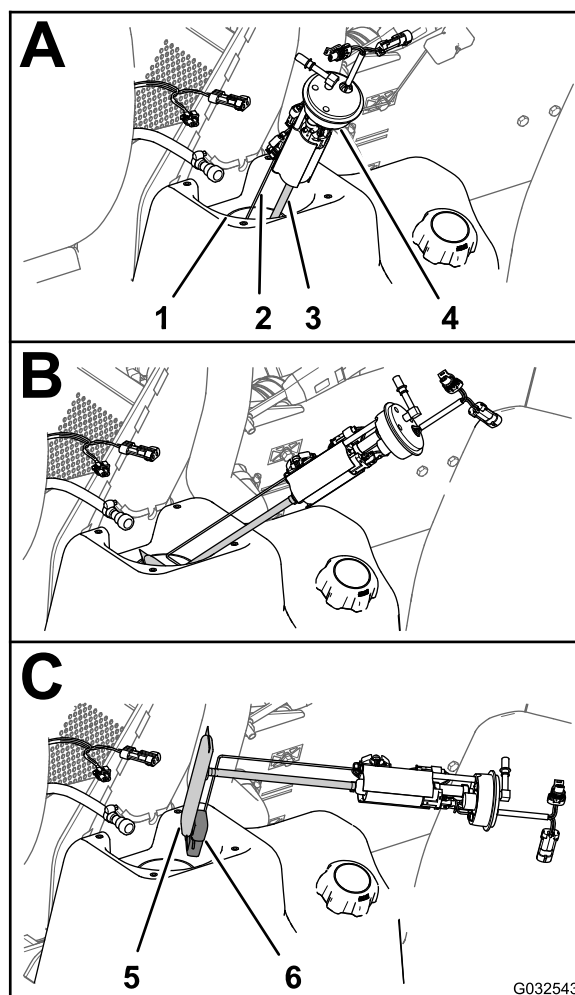
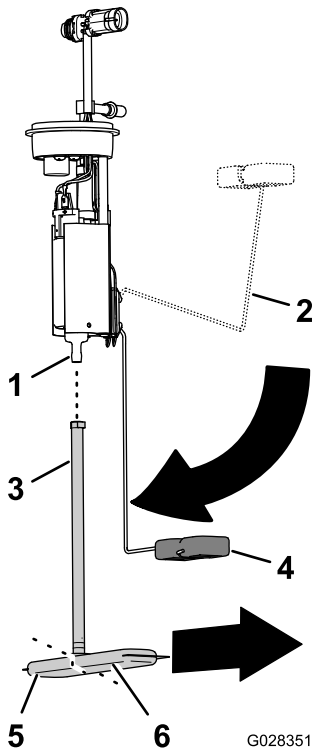

Figure 80
Figure 81
- Soulevez et tournez avec précaution la pompe à carburant/transmetteur pour l'extraire du goulot du réservoir de carburant (Figure 80).
1. Détachez du raccord de la pompe à carburant le tube d'aspiration du filtre à carburant (Figure 81).
2. Alignez le tube d'aspiration du nouveau filtre à carburant et le raccord de la pompe à carburant (Figure 81).
3. Alignez la longue patte du filtre à carburant sur le flotteur quand le bras du flotteur à la position vide (Figure 81).
4. Insérez le raccord de la pompe à carburant dans le tube d'aspiration jusqu'à ce que le raccord soit parfaitement engagé (Figure 81).
1. Soutenez le bras de flotteur et le tube d'aspiration ensemble, et glissez le flotteur et le filtre à carburant dans l'ouverture du réservoir de carburant (Figure 80).
2. Insérez la pompe à carburant/transmetteur dans le goulot du réservoir (Figure 80 et Figure 81).
3. Placez l'écrou et le joint par dessus la pompe à carburant/transmetteur et sur le goulot du réservoir de carburant, et serrez l'écrou à la main (Figure 80).
4. Branchez le raccord du flexible de carburant au raccord de la pompe à carburant (Figure 80).
5. Rebranchez le connecteur à 2 douilles du faisceau de la machine au connecteur à 2 broches de la pompe à carburant/transmetteur; rebranchez le connecteur à 2 broches du faisceau de la machine au connecteur à 2 broches de la pompe à carburant/transmetteur (Figure 80).